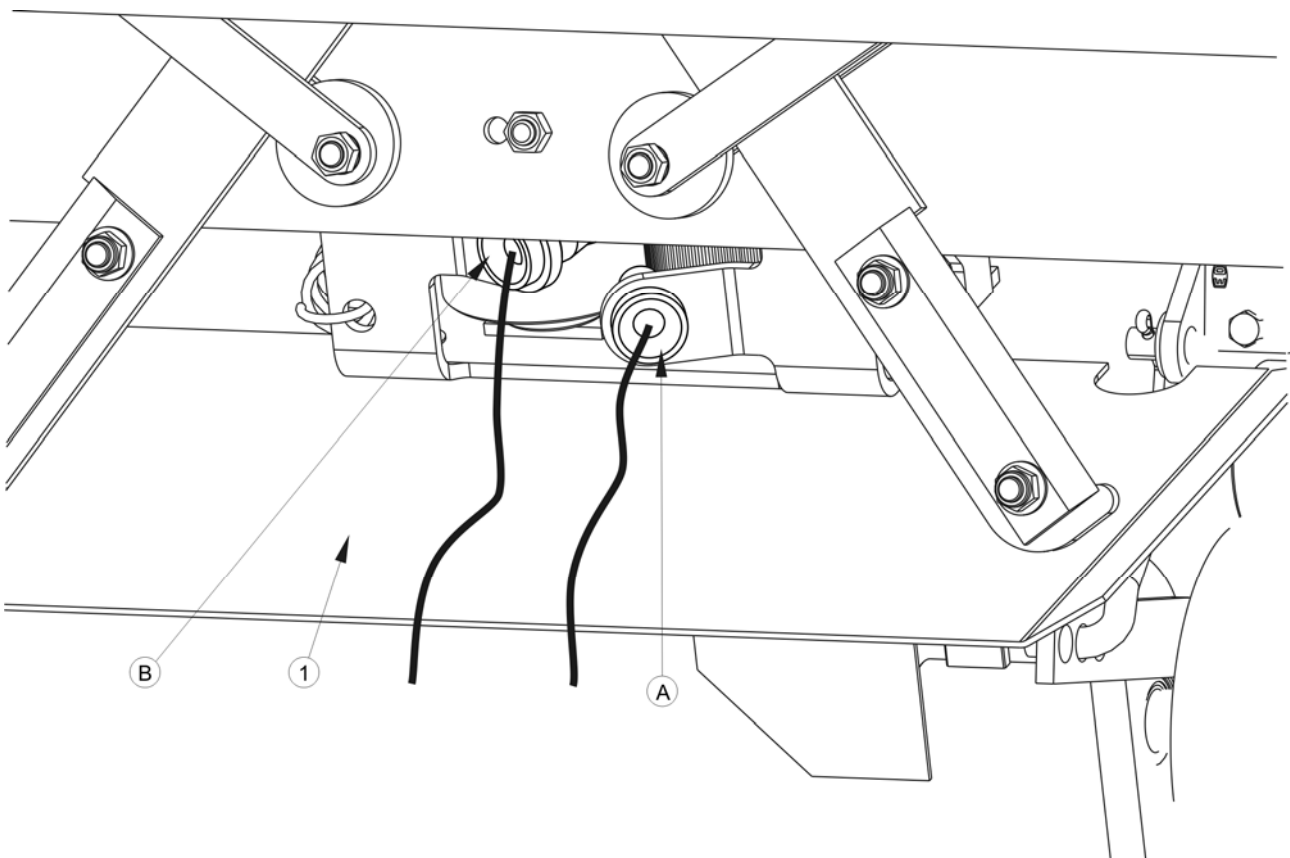

РИСУНОК 4.8 Подвод шнурка внутрь прессовальной камеры
- ➔ Шнурок из передней направляющей продеть через заднюю направляющую системы управления - рисунок 4.8 .